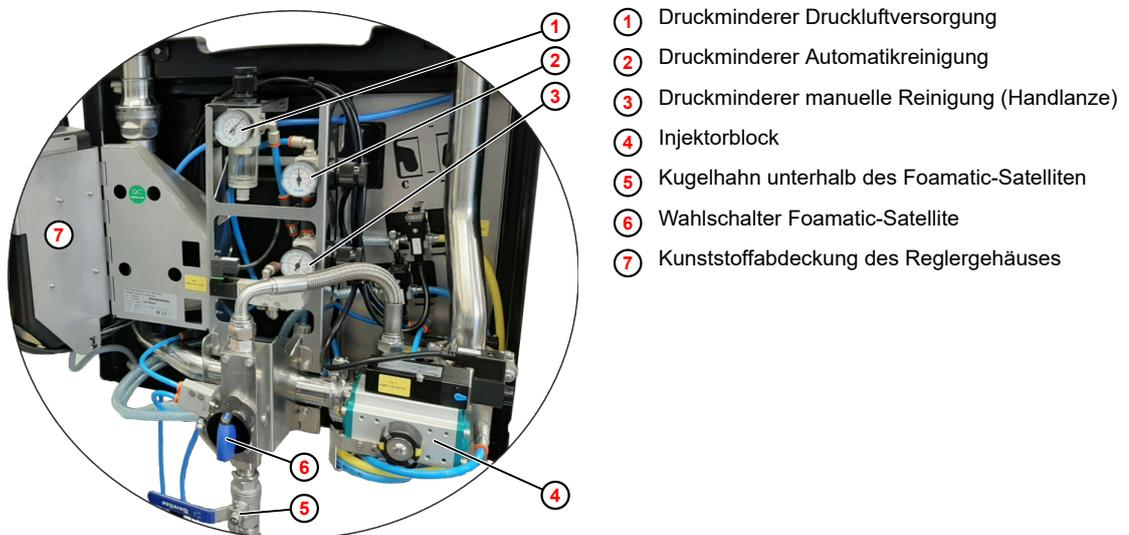

Abb. 38: Druckluftversorgung
3. Die Druckluft am Druckminderer, Abb. 38 ① auf ca. 4 bar einstellen.